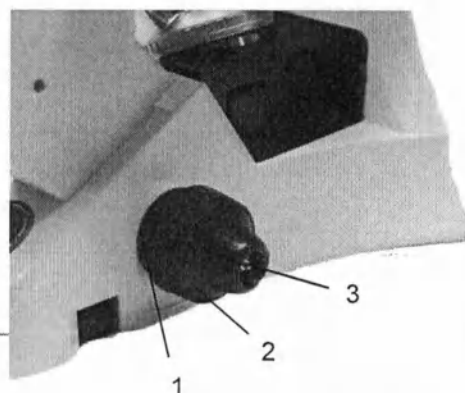

Рисунок 18
4-1-3 Настройка макровинта (рис. 18)
Вращением колеса, регулирующего напряжение вращения макровинта (1)(рис.18) в обозначенном направлении Вы увеличите напряженность вращения макровинта(2). Вращая в противоположном направлении, вы уменьшаете напряженность.